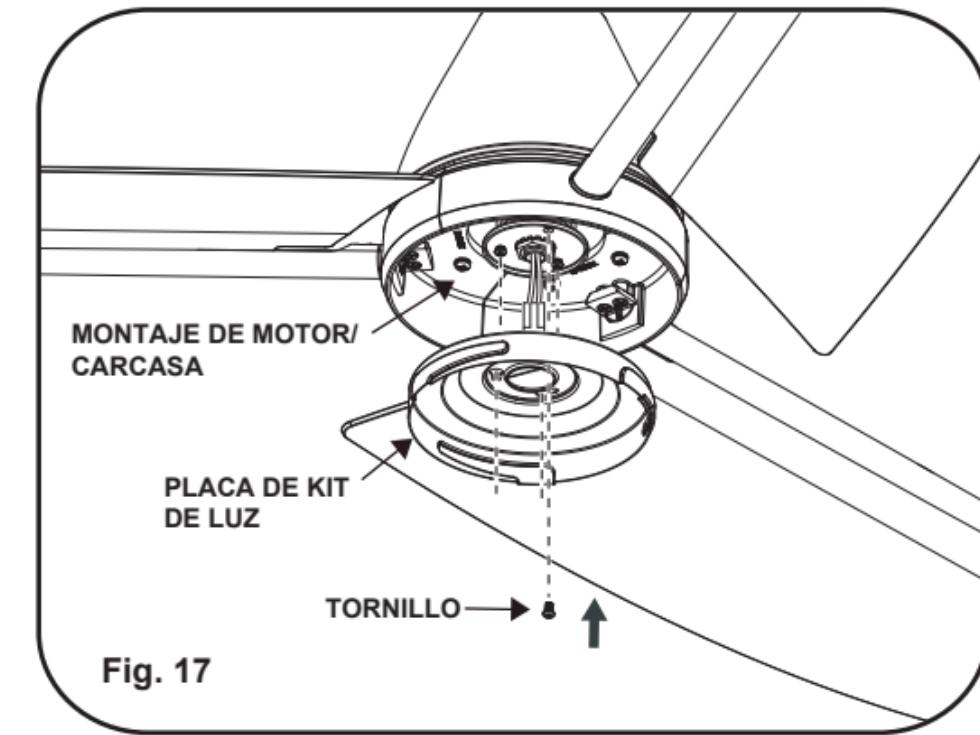

Fig. 17
Paso 2. Coloque las aberturas de enganche de la placa del juego de luces sobre los 2 tornillos previamente aflojados del conjunto del motor del ventilador, gire la placa del juego de luces hasta que se bloquee en la sección angosta de las aberturas de enganche. Asegúrela apretando los 2 tornillos previamente aflojados y 1 previamente retirado. (Fig. 17)